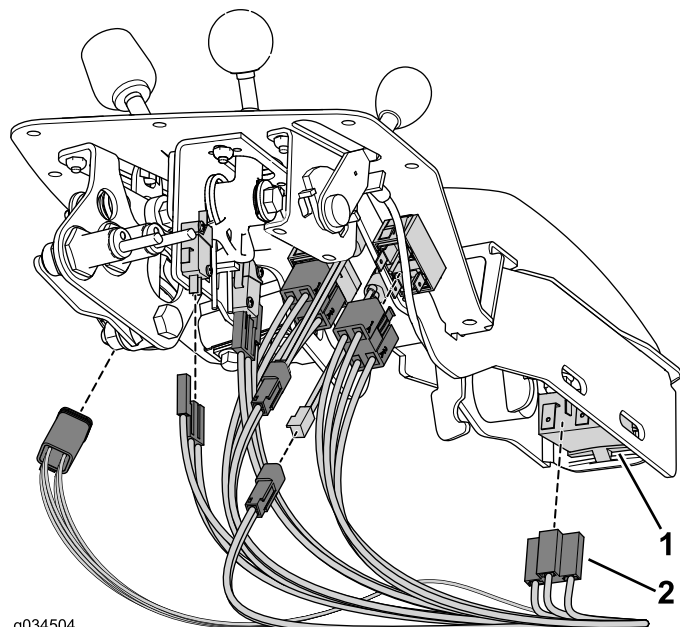

Figura 31
5. Collegare il cablaggio preassemblato ai raccordi appropriati (Figura 31).